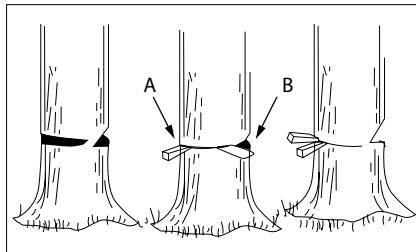

Рис. 16
Използвайте дървени или пластмасови клинове (A), за да предотвратите заклинване на шина или верига (B) в среза. Клинове също управляват отсичането (рис. 16).